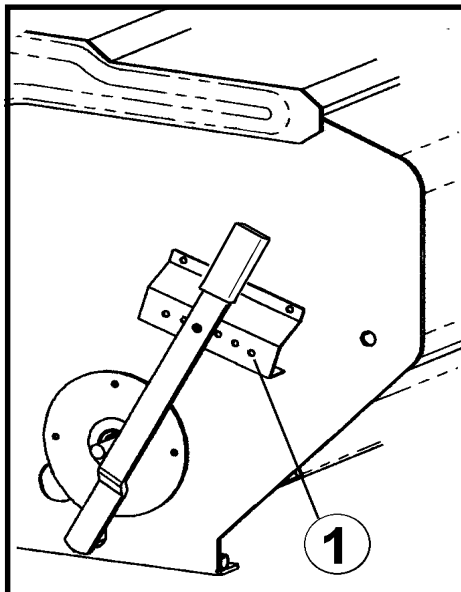

fig. 4
- 5) Placer le LEVIER DE REGLAGE DU PAS DES SEMENCES (fig. 4) dans la position recommandé selon le type de semence qu'on semera, en accord avec le tableau de la pag. 19.